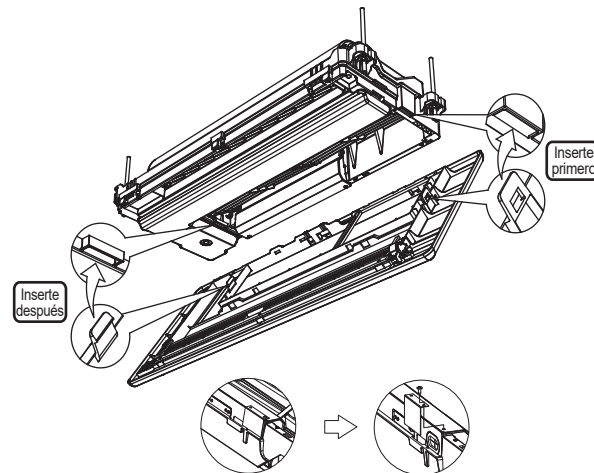

Figura 18
1. Hay dos estructuras de hebillas en el montaje del panel para la instalación del panel auxiliar y el método de montaje de estas hebillas es como se muestra en la Figura 18.